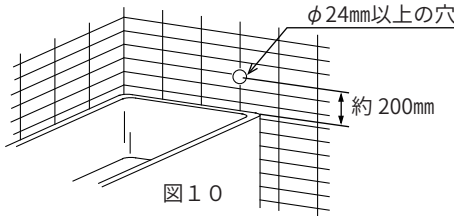

図10
1. 壁にφ24mm以上の穴を開けてください。標準タイプの取り付け壁厚は130~205mmです。(図10)